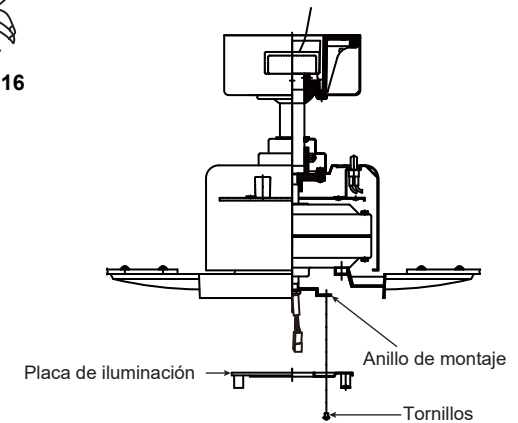

Fig. 17
**Paso 1.** Afloje los dos tornillos del anillo de montaje acoplados al eje del motor y "retire" y guarde el tercer tornillo. (Fig. 17)